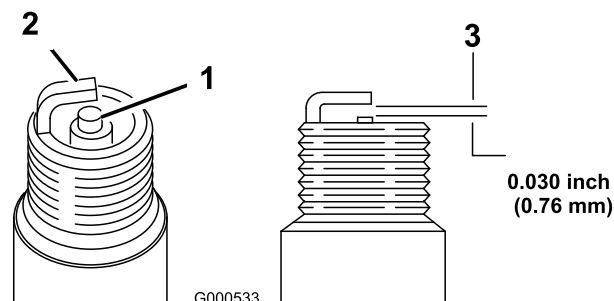

Figura 22
- Ajuste la distancia entre los electrodos a 0,76 mm, según se muestra en Figura 22.